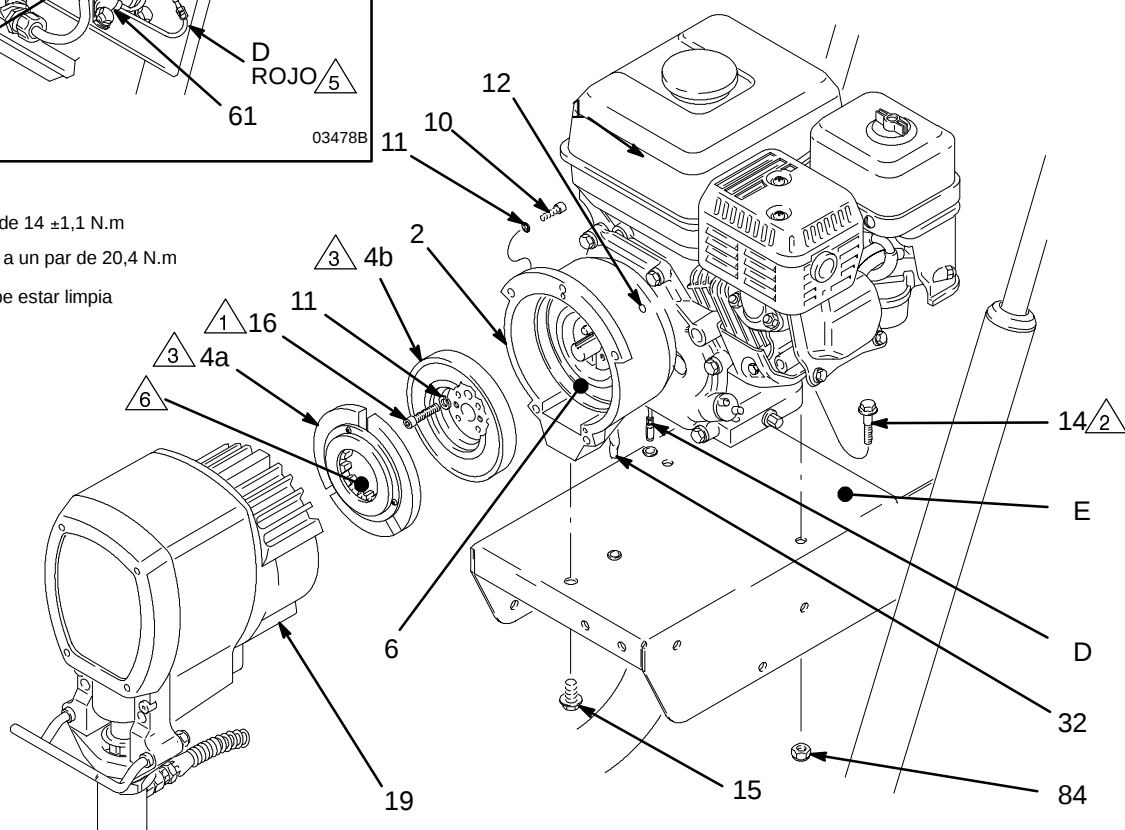

Fig. 19
5. Coloque el conjunto del **motor (1)** sobre el carro. Alinee los orificios de montaje. Cuidadosamente, guíe el cable (D) del motor y las guarniciones del cableado (32) desde el inductor, por las arandelas internas (60) correspondientes de la placa de montaje (E). Instale los tornillos de brida (14) y las contratueras (84). Apriete a un par de 20,4 N.m. Coloque el tornillo de cabeza (15) que sujeta el cárter del embrague (2) por debajo de la placa de montaje del motor. Conecte el cable del motor (D) al cable rojo, y conecte los cables blanco y negro tal como se muestra en el detalle del esquema de la Fig. 19.
6. Cerciorarse de que la cara del **rotor (4b)** y la del inductor están exentas de aceite e impurezas. Quite todas las rebabas del borde exterior del rotor. Instale el rotor, las arandelas de retención (11) y los tornillos de cabeza (16). Apriete los tornillos a un par de $14 \pm 1,1$ N.m. Vea la Fig. 19.
7. Cerciorarse de que la cara del **disco (4a)** esté limpia. Monte el disco sobre el eje del alojamiento del piñón (19). En el interior del disco, hay un anillo de retención que dificulta el ensamblaje de estas piezas. Siga el procedimiento que figura a continuación para obtener resultados óptimos. Primero, engrane las acanaladuras de ambas piezas. Cuando estén engranadas, utilice un destornillador para empujar suavemente el anillo de retención en las acanaladuras. Empuje el disco contra el eje hasta que entre en contacto con el anillo (19m). Vea la Fig. 19.
8. Ensamble **el alojamiento del piñón (19)** al cárter del embrague, por medio de los tornillos de cabeza (10) y las arandelas de retención (11). Vea la Fig. 19.